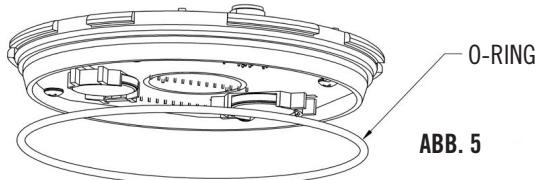

ABB. 5
4. Wie in Abb. 5 angegeben den O-Ring am Elektronikmodul anbringen. Die Sensorbuchse korrekt ausrichten. Das Modul behutsam in die Zählerabdeckung drücken.